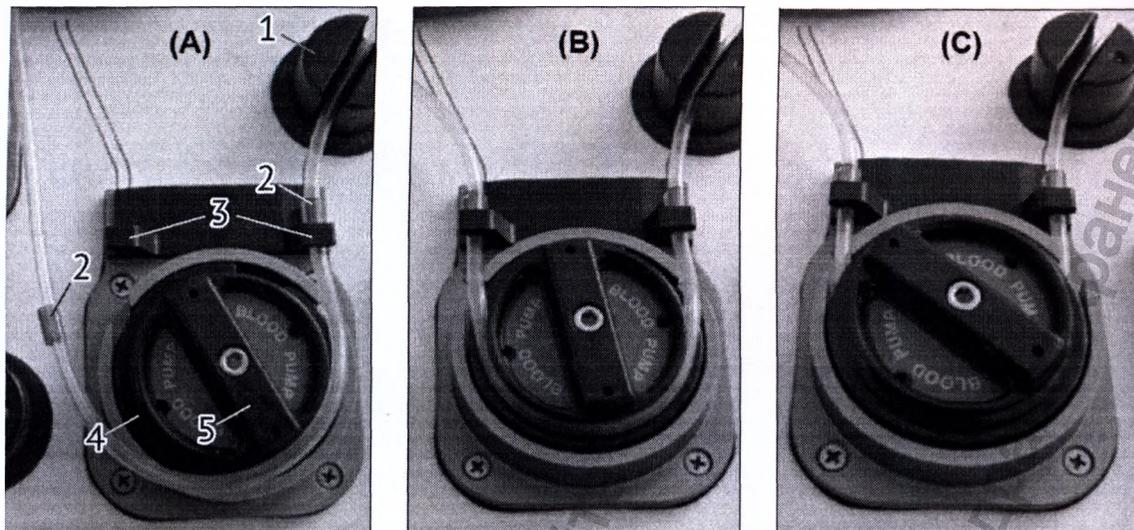

Рисунок 7 - Порядок заправки трубки в насос.
- Установить трубку (п.12) в детектор воздуха линии крови (BLAD) (1,рис.7/А);
- Установить стопоры (п.15 или 2,рис.7/А) трубки (п.12) в фиксаторы (3,рис.7/А) насоса крови (5,рис.7/А) так, чтобы стопоры оказались снаружи фиксаторов, относительно насоса (рис.7/В);
- Оставить петлю трубки в направляющей насоса (рис.7/В) до этапа автоматической загрузки.